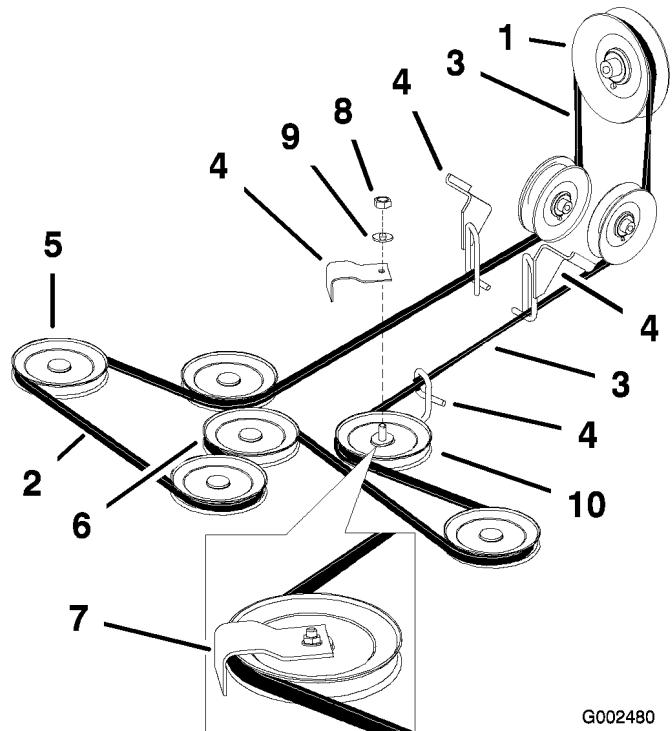

Figura 50
tensión de la correa sobre la polea tensora (Figura 50).
- Retire la correa del cortacésped de las guías de la correa y retire la correa (Figura 50).
- Instale la nueva correa del cortacésped alrededor de las poleas de los ejes del cortacésped, la polea tensora, por las guías de la correa, el conjunto del brazo tensor trasero y el embrague (Figura 50).
Nota: Compruebe que la correa no está demasiado retorcida entre una polea y otra. Asegúrese de que no sobrepase lo especificado en Figura 50.
Importante: Compruebe que la correa no está demasiado retorcida entre una polea y otra. Asegúrese de que no sobrepase lo especificado en Figura 50.